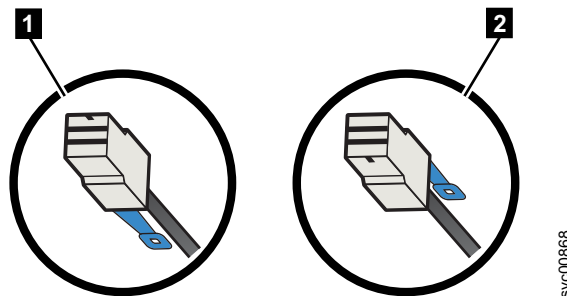

Figure 134. Orientation du connecteur du câble SAS
- Pour les boîtiers d'extension ou 2145-12F, la languette de retrait bleue doit se trouver sous le câble (**1** sur la figure 134).
- Pour les noeuds 2145-SV1 ou 2145-DH8 et les boîtiers 2145-92F, la languette de retrait bleue doit se trouver au-dessus du connecteur (**2** sur la figure 134).